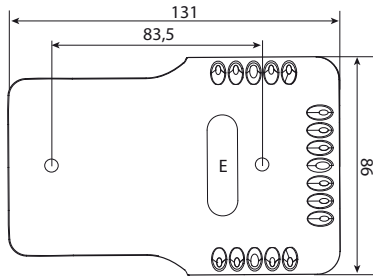

Fig. 5
4. eseguire i fori a muro (\varnothing 5 mm); inserire quindi i tasselli e le viti a corredo, avendo cura che i fili elettrici escano dal foro E (fig. 5);
4. drill the holes in the wall (dia. 5 mm); then insert the plugs and screws supplied, making sure that the electrical wires pass through hole E (Fig. 5);